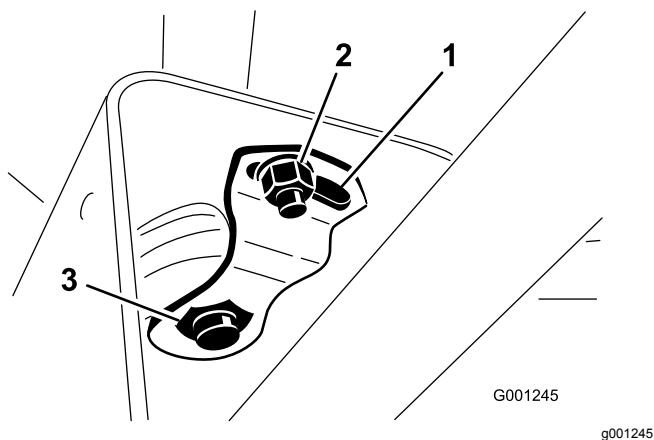

Figure 30
2. Faites coulisser le couvercle en haut de l'arbre de direction pour exposer le support de pivot (Figure 30).
3. Desserrez le petit écrou et tournez le support de pivot jusqu'à ce qu'il serre le gros écrou situé dessous (Figure 30).